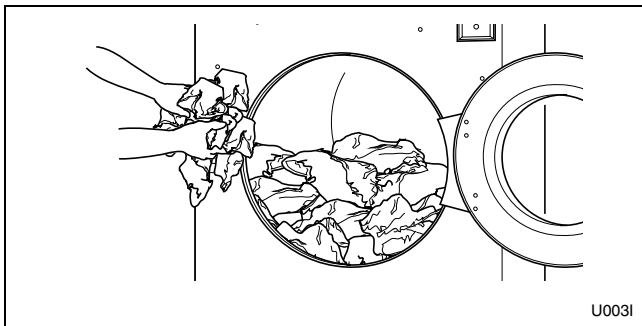

Figura 32
3. Cargue según la capacidad siempre que sea posible. **NO LA SOBRECARGUE.** Consulte la *Figura 32*.